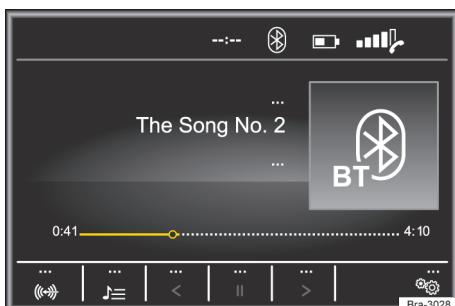
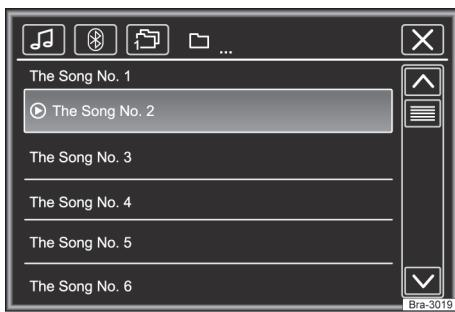

Fig. 128 Menu principal de mídia.
Fig. 129 Operação do rádio: lista de estações.
- Pressionar o botão **MEDIA** para abrir o menu principal **MEDIA** → Fig. 128.
As fontes de mídia que são reproduzidas atualmente são exibidas na superfície de função na parte inferior esquerda → Fig. 128.
Legenda da → Fig. 128 e → Fig. 129: